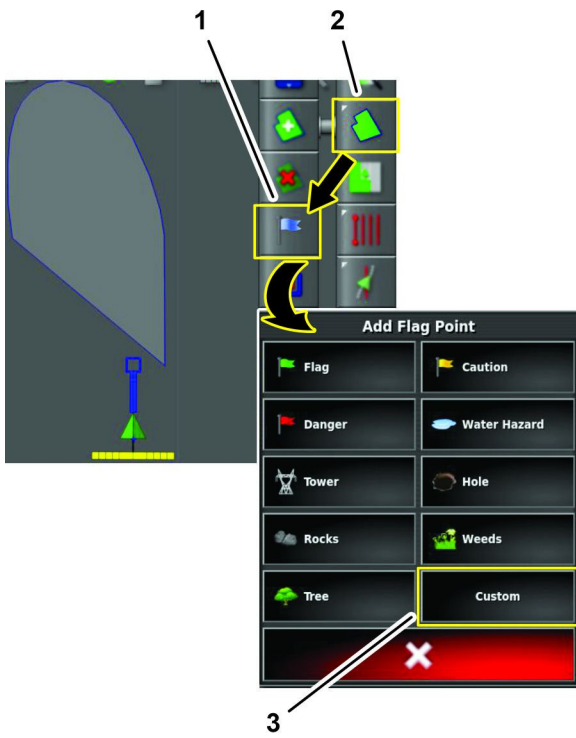

Figure 80
2. Dans le menu Ajouter une balise, appuyez sur l'icône MENU DES CHAMPS et l'icône DÉFINIR UNE BALISE (Figure 80).
3. Appuyez sur l'icône PERSONNALISER une balise (Figure 80).